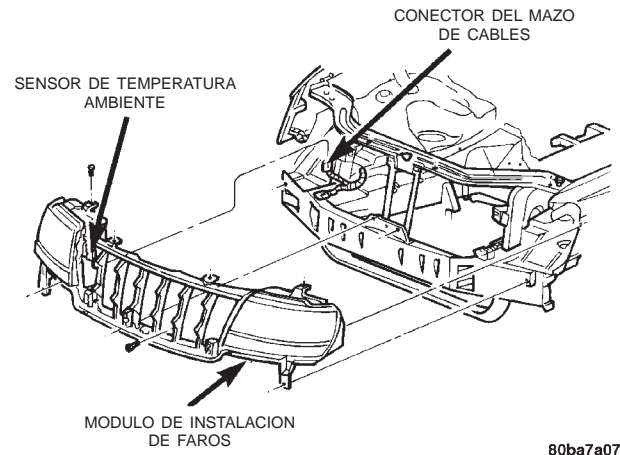

Fig. 5 Desmontaje e instalación del sensor de temperatura ambiente
(1) Desconecte y aisle el cable negativo de la batería.
(2) Localice el sensor de temperatura ambiente en el lado derecho de la apertura del radiador en el módulo de instalación de los faros, detrás de la parrilla (Fig. 5).
(3) Retire la placa protectora de la parrilla del radiador y el encastre del módulo de instalación de faros. Para obtener información sobre los procedimientos, consulte **Parrilla** en la sección Desmontaje e instalación del grupo 23 - Carrocería.
(4) Desconecte el conector del mazo de cables del receptáculo del conector del sensor de temperatura ambiente.